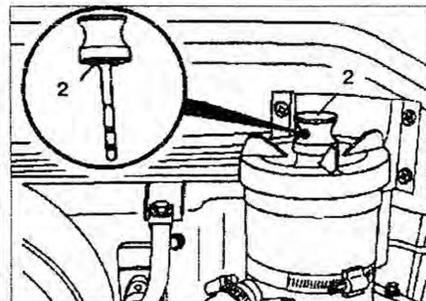

Рис. 1.30. Бачок усилителя рулевого управления.
4. Снимите крышку с бачка усилителя рулевого управления (рис. 1.30). Проверьте уплотнение крышки на отсутствие повреждений и, при необходимости, замените ее.
5. Извлеките указатель 2 уровня жидкости (рис. 1.30).